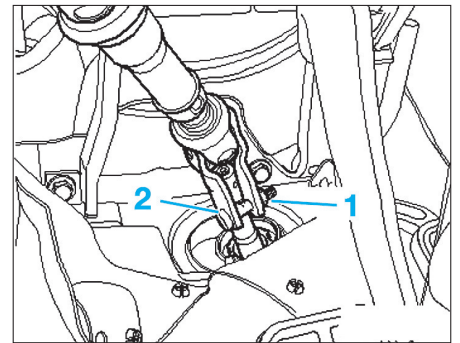

Fig. 11
- Dévisser l'écrou de l'arbre à cardan (1) (Fig.11).
- Extraire le boulon (2).